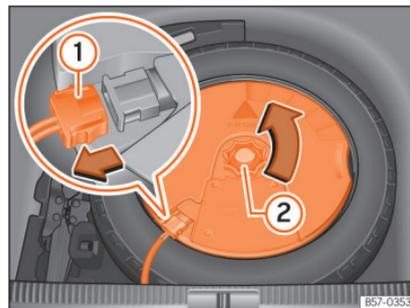

Fig. 247 Na bagageira: desmontar o subwoofer.
- Desligue o cabo do altifalante *subwoofer* »» Fig. 247 ①.
- Rode a rodinha de fixação no sentido contrário ao dos ponteiros do relógio »» Fig. 247 ②.